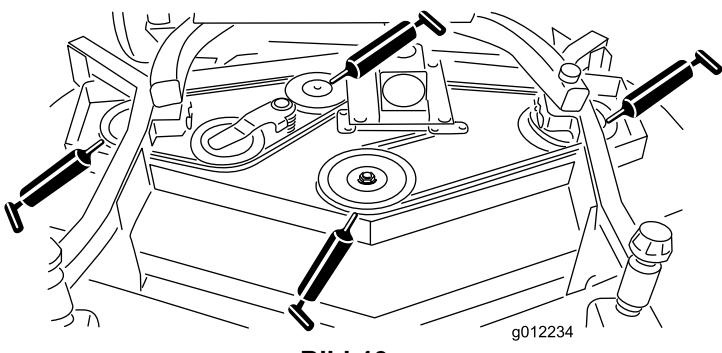

Bild 19
- Spindelwellenlager (3) (unter der Riemscheibe) (Bild 19)
- Lager der Spannarmwelle (Bild 19)